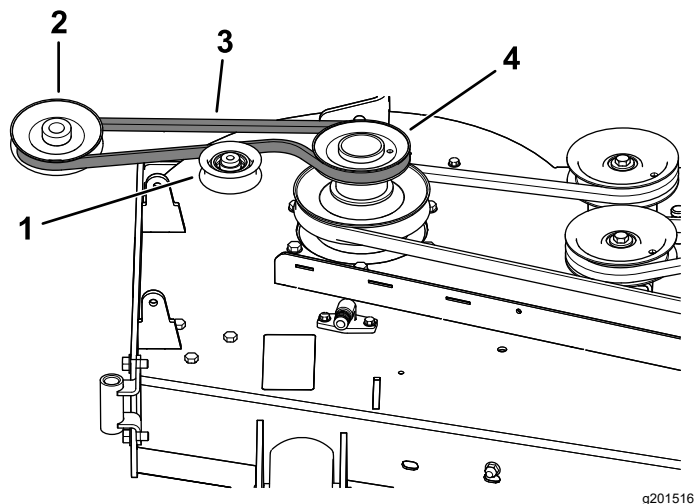
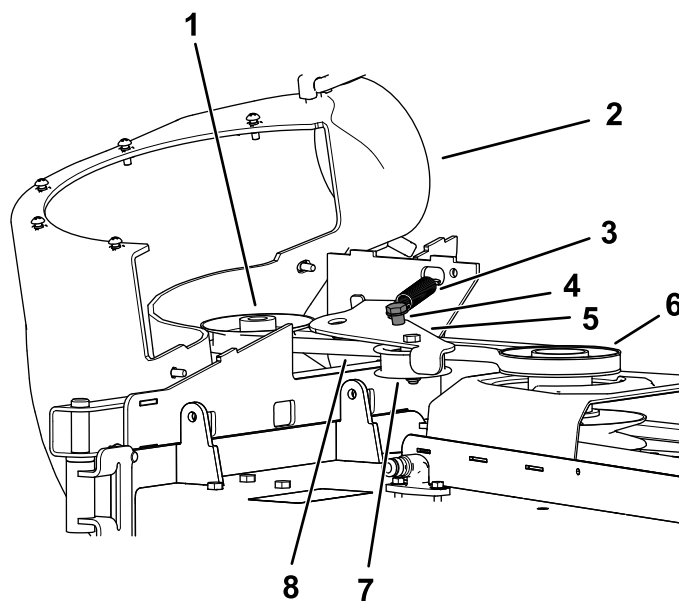

Рисунок 25
Рисунок 26
1. При необходимости установите ремень на шкив вентилятора (Рисунок 25).
1. Установите ремень на шкив вентилятора (Рисунок 25 и Рисунок 26); см. в 11 Установка вентилятора в сборе (страница 17).
3. Снимите подрессоренный направляющий ролик с зафиксированного стержня пружины и продолжите ремень вокруг шкива деки газонокосилки (Рисунок 26).
4. Проложите ремень вокруг ведущего шкива, как показано на Рисунок 25 и Рисунок 26.